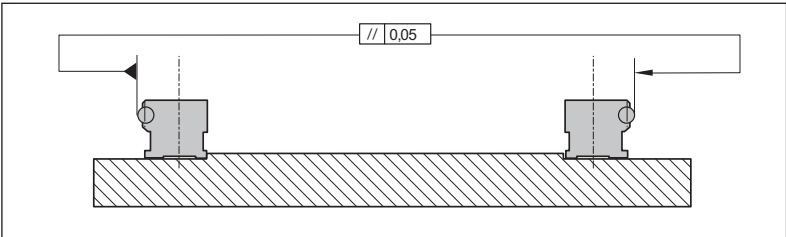

Fig. 77: Contrôle du parallélisme des rails
- Contrôler le parallélisme ➡ Fig. 77